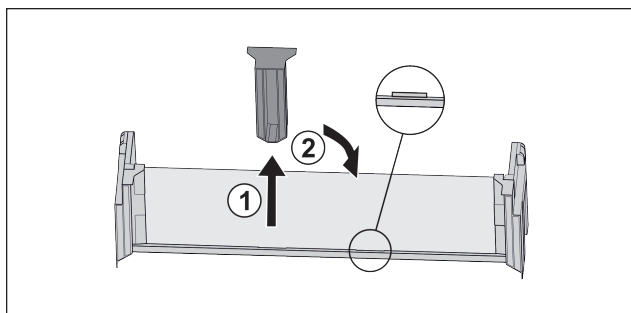

Fig. 79
- ▶ Dra ut den fäst delen i mitten Fig. 79 (1).
- ▶ Sätt in fäst delen i mitten i andra läget Fig. 79 (2).